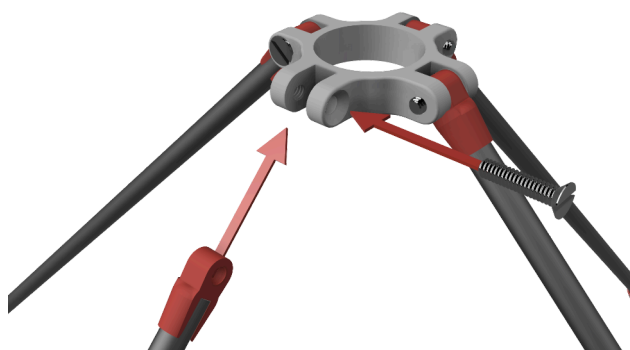

Figura 4. Ensamble de araña y tensores.
4. Una vez armado el tubo de la torre y las planchuelas de la base, ensablar la "araña" de anclaje de los tensores (P6) atornillándola. Para esto, hay que introducir la puntera superior (P4) en las muescas de la "araña" (P6) y fijarla con los tornillos de 1/4" x 25mm (T2), ajustándolos solo hasta el final del recorrido sin apretarlos (recordar que se trata de una articulación móvil). El resultado debe ser similar al de la figura 4.